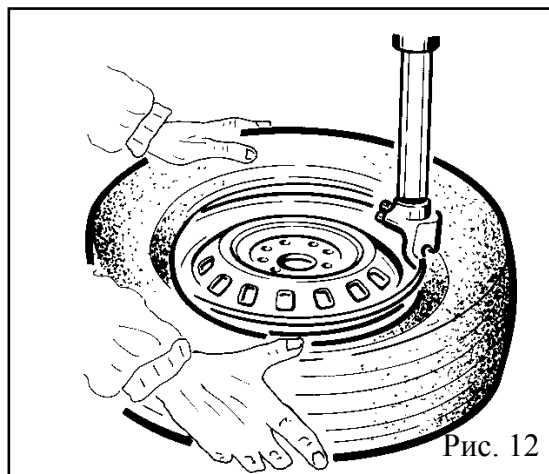

Рис. 12
- Tenendo premuto con le mani il tallone del pneumatico nella gola del cerchio, premere il pedale (Z) per ruotare l'autocentrante in senso orario per tutta la circonferenza del cerchio (Fig. 12).
•Keeping the tyre bead pressed down into the wheel rim channel with your hands, press down on the pedal (Z) to rotate the turntable clockwise. Continue until you have covered the entire circumference of the wheel rim (Fig. 12).
- Прижимая руками борт шины к монтажному ручью диска, нажмите педаль (Z) для вращения поворотного стола по часовой стрелке по всей окружности колесного диска (Рис. 12).
-Reifenwulst von Hand unter den Felgenrand pressen, Pedal (Z) drücken; der Zentriertisch dreht sich im Uhrzeigersinn den gesamten Felgenumfang entlang (Abb. 12).